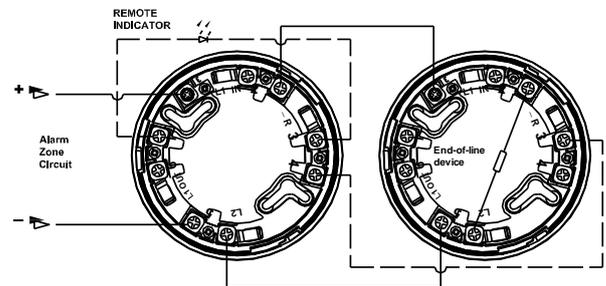

Рис. 2 – двухпроводная схема с использованием удаленного индикатора
- b. Рис. 2 - 2-х проводная схема с удаленным индикатором